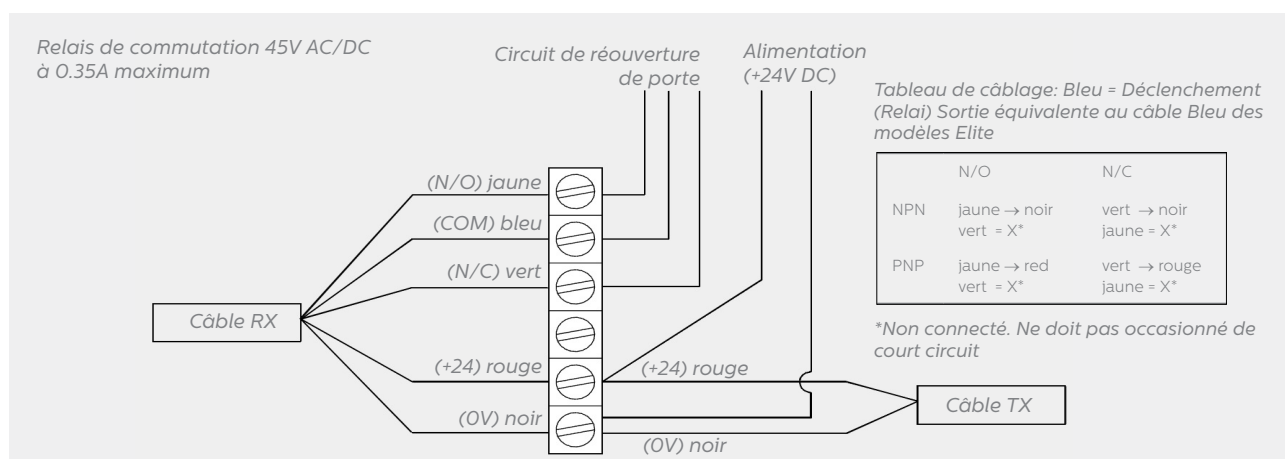

Fig 6: Schéma de connexion à l'ascenseur
**Attention – La connexion en direct nécessite une bonne connaissance des interfaces électroniques de l'ascenseur ainsi que de nos détecteurs. Toute incompatibilité entre les deux systèmes peut causer des dommages irréversibles aux détecteurs. N'appliquez pas la tension d'alimentation directement à travers l'opto-relais car cela peut provoquer des dommages. En cas de doute, nous vous conseillons d'utiliser en lieu et place le boîtier d'alimentation Modèle 280 000/281 000 (voir fig. 6 Connexion du système 280 000 /281 000).**